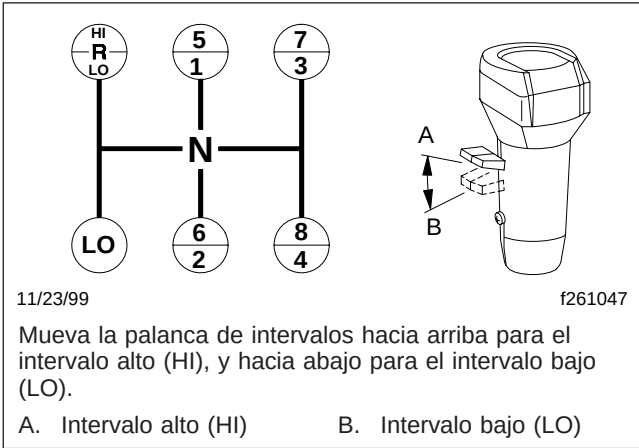

Figura 8.6, Patrón de cambios, modelos de 9 velocidades
Los modelos de cambios por intervalos Eaton Fuller de 9 velocidades no son sincronizados. Tienen 9 velocidades de conducción hacia adelante y 2 de retroceso. La palanca de cambios controla 5 velocidades de conducción hacia adelante y una de retroceso en la sección delantera de la transmisión, y la palanca de intervalos controla un intervalo LO y HI (bajo y alto) en la sección auxiliar de dos velocidades. La primera posición en la sección de conducción hacia adelante se usa solamente como una marcha de arranque. Las otras cuatro velocidades se usan una vez en el intervalo bajo (LO) y otra vez en el intervalo alto (HI). Vea la Figura 8.6, que muestra los patrones de cambios.